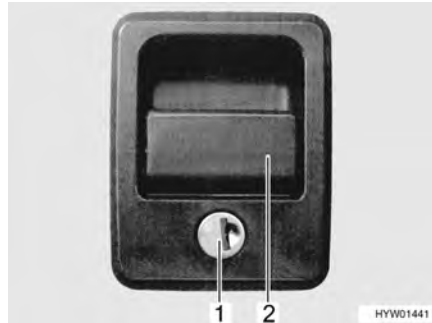

Fig. 30 Cerradura de la trampilla con tirador concha
- Introducir la llave en el cilindro de cierre (Fig. 30,1) y girarla un cuarto de vuelta. La cerradura de la trampilla está desbloqueada.
- Tirar del asidero de la cerradura (Fig. 30,2). La trampilla exterior está abierta.